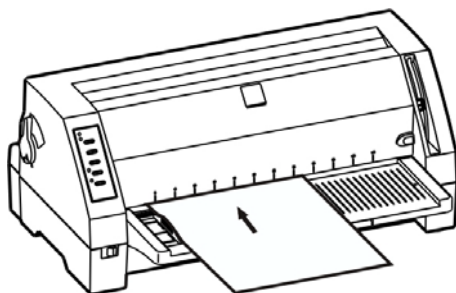

图 3-5 安装单页纸
6. 如图 3-5 所示，将打印纸（打印面朝上）紧贴导纸器边沿，平稳地推入打印机，直至遇到阻力为止。